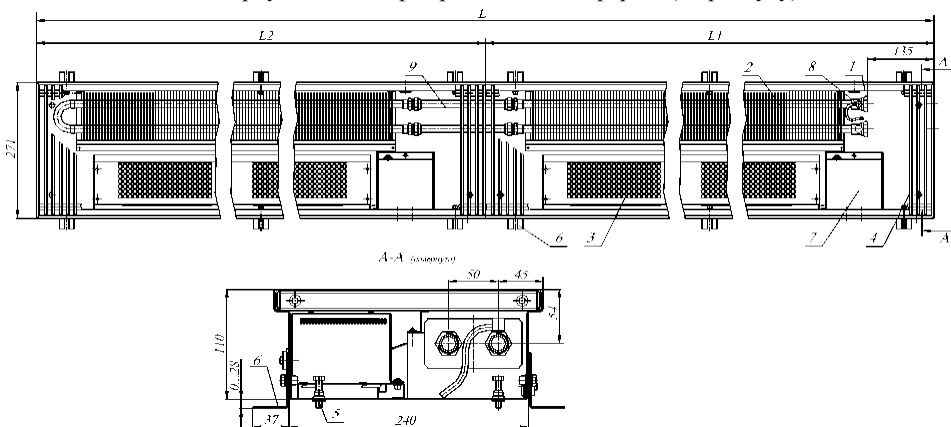

Рис.1 Конвектор КVK 27.11.310...600 – VK (VT) - П.
Каждая секция имеет (см. рис.1):
4.2 Размеры и технические характеристики приборов представлены на Рис. 1, 2, 3, 4 и в таблицах.